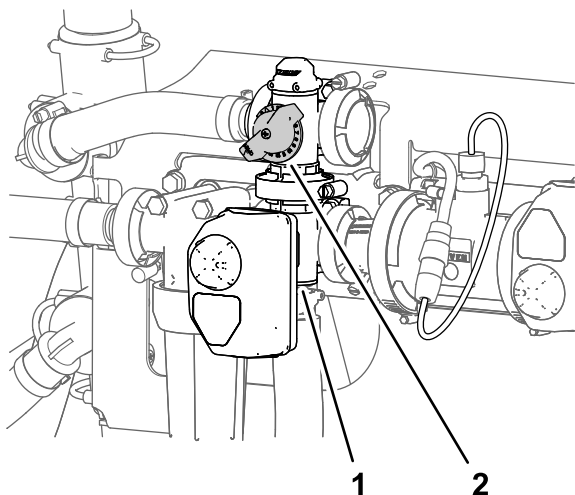

Bild 166
2. Stellen Sie das Rührwerksicherheitsventil (Bild 166) so ein, dass das Manometer einen Sprühsystemdruck von 8,89 bar (689 kPa) anzeigt.